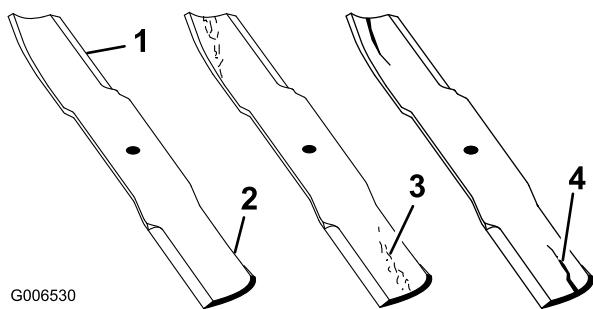

Figura 68
1. Inspeccione los filos de corte (Figura 68). Si los bordes no están afilados o tienen muescas, retire las cuchillas y afílelas. Consulte Afilado de las cuchillas.
2. Inspeccione las cuchillas, especialmente la parte curva (Figura 68).
Si observa daños, desgaste o la formación de una ranura en esta zona (Figura 68), instale inmediatamente una cuchilla nueva.